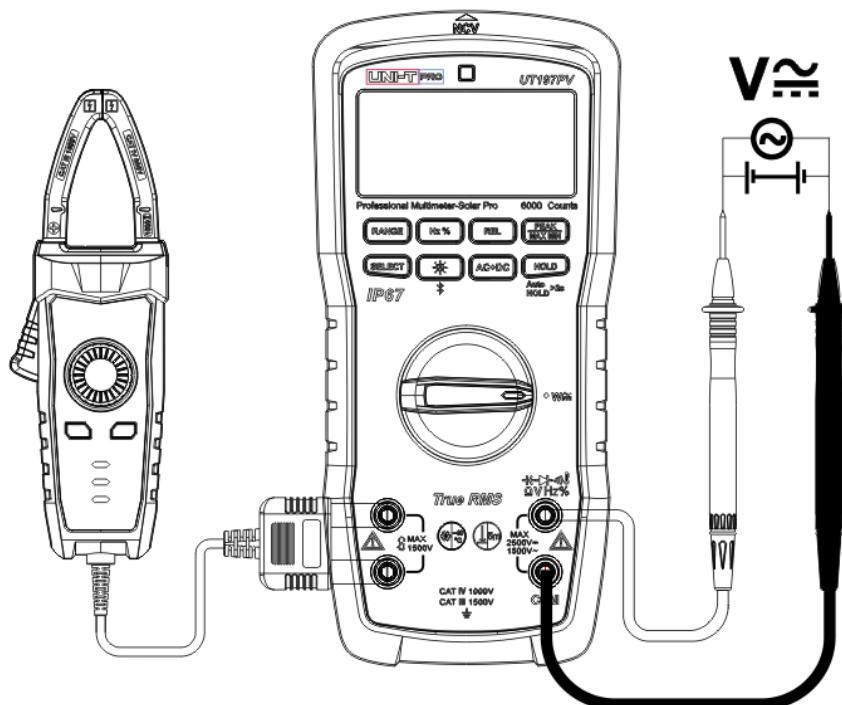

Abbildung 14
11. AC/DC-Leistungsmessung (Abbildung 14)